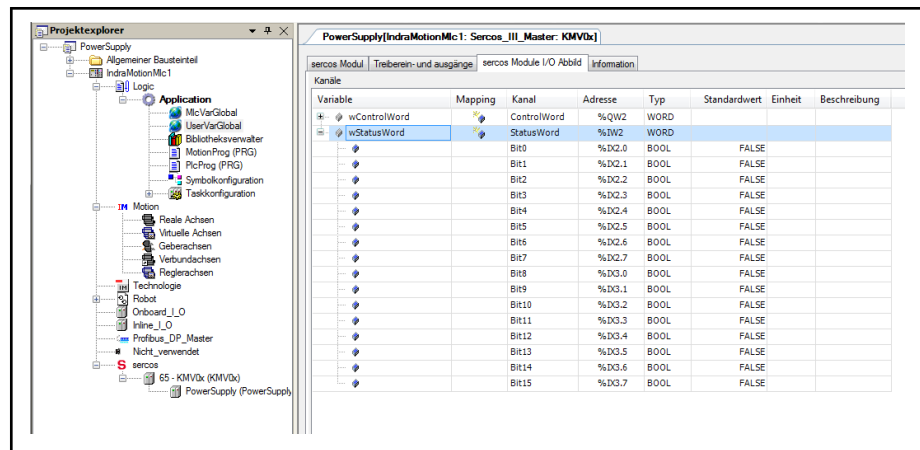

Abb. 6-121: Zuordnung der SPS-Variablen zu den konfigurierten Parametern
Der eingegebene Name wird später in Abb. 6-121 "Zuordnung der SPS-Variablen zu den konfigurierten Parametern" auf Seite 382 in der Spalte "Kanal" angezeigt.
4. Die weiteren Parameter eingeben bis alle Parameter wie in Abb. 6-121 "Zuordnung der SPS-Variablen zu den konfigurierten Parametern" auf Seite 382 gezeigt konfiguriert sind.